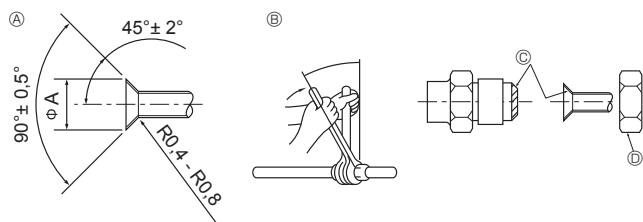

Fig. 4-1
4.2. Anslutningsrör (Fig. 4-1)